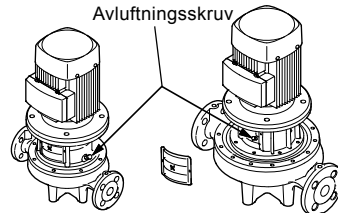

Fig. 14 Avluftningsskruvens placering
1. Stäng avstängningsventilen på pumpens utloppssida och lossa avluftningsskruven i toppstycket. Se fig. 14.
2. Lossa avluftningsskruven. Se fig. 14.
3. Avlufta pumpen under igångkörningen genom att lossa avluftningsskruven i toppstycket tills en jämn vätskeström kommer från avluftningshålet. Se fig. 14.